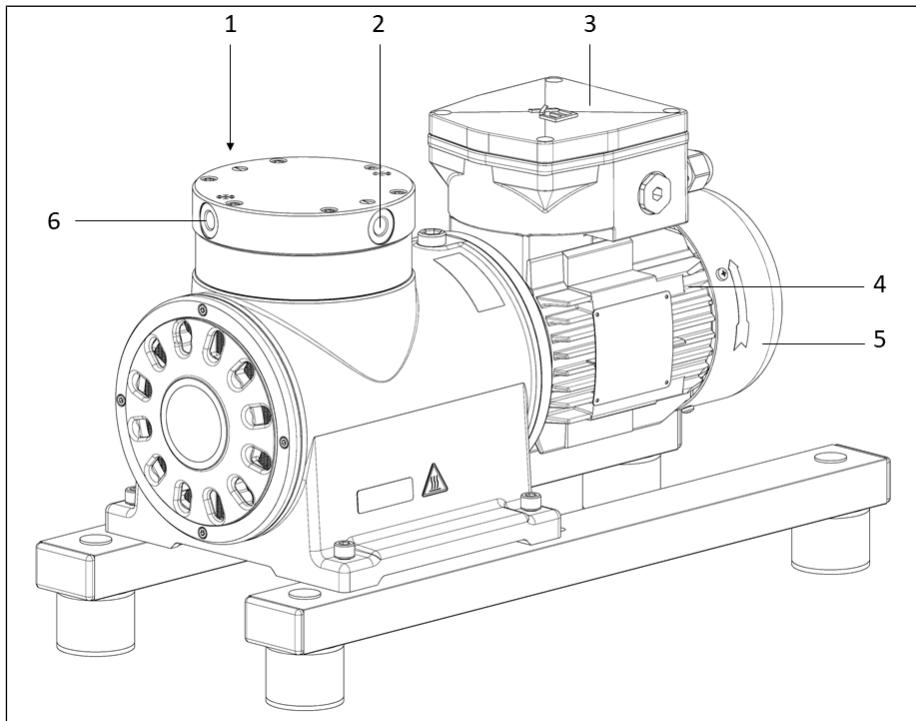

Abb.1 Aufbau N630 EX
2. Befestigen Sie den Tragegurt zwischen Kompressorgehäuse und Motor (Abb. 1, siehe Abb. 7).